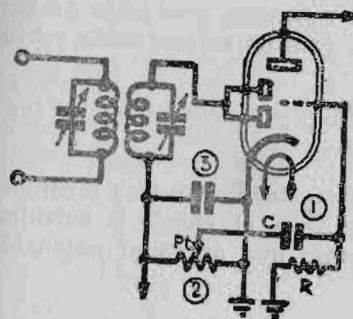

Fig. 34.—Al llevar el volumen al máximo se corta la audición
**EFECTO.**—Al llevar el volumen al máximo se interrumpe la audición (fig. 34).
**290.** — Potenciómetro defectuoso. Al llegar el cursor (2) al final de su carrera, queda fuera de la resistencia, apoyándose en una sección aislante.